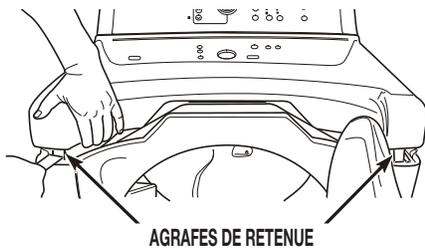

FIGURE 1
5. Soulever la table de la sécheuse. Utiliser un couteau à mastic pour dégager les agrafes (exercer une pression contre les agrafes de gauche et de droite) et les séparer de la table de la sécheuse. Incliner doucement la table de la sécheuse vers le mur; veiller à ne pas détériorer la table de la sécheuse ou le mur. Consulter la *Figure 1*.